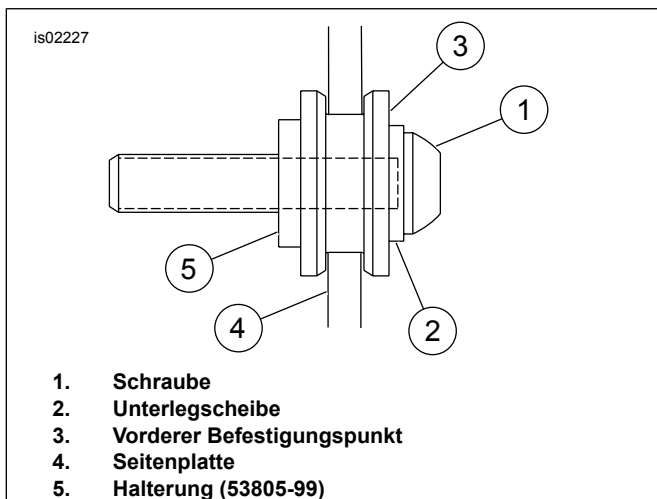

Abbildung 3. Seitenplatte und vorderer Befestigungspunkt, vollständig eingerastet
2. Siehe Abbildung 3. Hinter dem Motorrad stehend, die vorderen Rückenlehnenkerben auf die vorderen Befestigungspunkte aufsetzen. Sicherstellen, dass die vorderen Befestigungspunkte vollständig in den Kerben einrasten.
Die vorderen und hinteren Befestigungspunkte müssen vollständig eingerastet sein. Für korrekten Eingriff siehe Abbildung 3 bis 6. Wenn die Befestigungspunkte nicht vollständig eingerastet sind, kann das Teil verrutschen oder während der Fahrt locker werden.